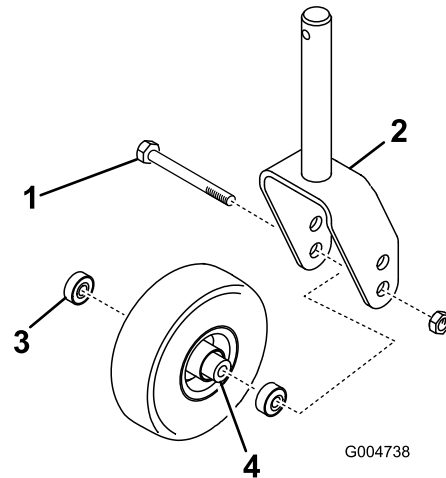
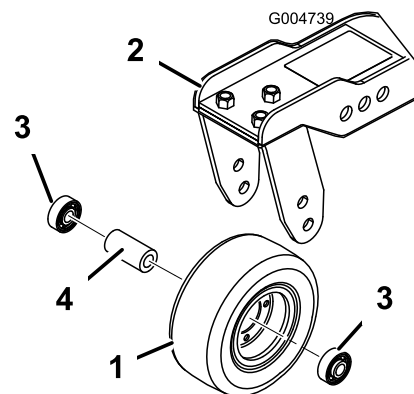

Figura 107
Figura 108
1. Retire a porca de bloqueio do parafuso que fixa a estrutura da roda giratória entre a forquilha da roda giratória (Figura 107) ou o braço articulado da roda giratória (Figura 108). Fixe a roda giratória e retire o parafuso da forquilha ou do braço articulado.
2. Retire o rolamento do cubo da roda e deixe cair o espaçador do rolamento para fora (Figura 107 e Figura 108). Retire o rolamento do lado oposto ao do cubo da roda.